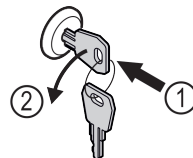

Fig. 161
- Schlüssel hineindrücken. Fig. 161 (1)
- Schlüssel um 90° gegen den Uhrzeigersinn drehen. Fig. 161 (2)